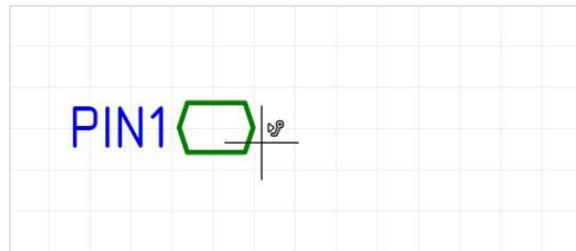

Рис. 268 Размещение блочного порта на схеме блока
5. Нажмите кнопку «OK», расположенную в нижней части окна, и выберите на схеме блока место, в котором следует разместить порт, см. Рис. 268. При перемещении курсора по схеме отображается возможный вид размещаемого порта.